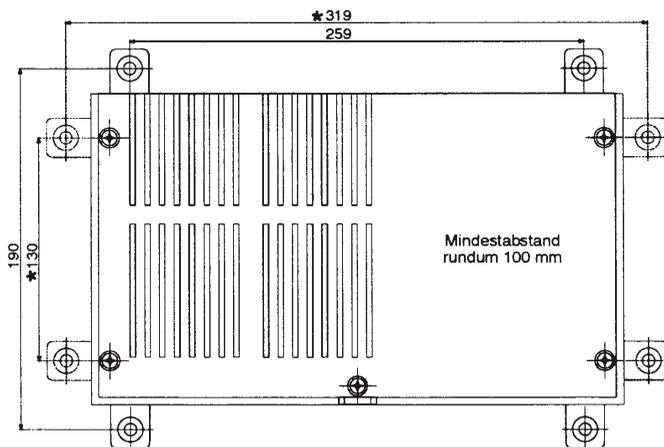

Bild 3: Montage
5. Schritt Gerät mit den vier mitgelieferten Befestigungsschrauben sicher befestigen. Siehe Befestigungsschema Bild 3. Die Füße können auch in der, mit einem Stern gekennzeichneten Position angebracht werden. Darauf achten, daß die Lüftungsschlitze frei bleiben! Mindestabstand 100 mm! Unzureichende Belüftung kann zur Überhitzung des Gerätes führen!